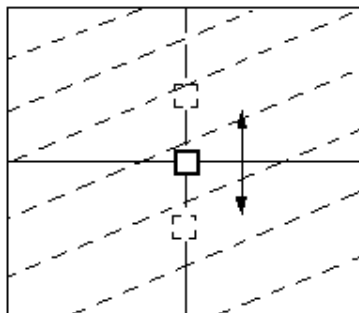

图 5: 粗调水平相位调整
- e. 粗调水平方向相位调整, 见图 5: 将光标上下移动到屏幕垂直中心位置。